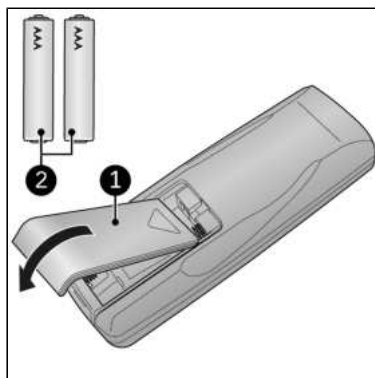

Figura 31.
1. Scoateți capacul telecomenzii (Figura 31, elementul 1).
3. Introduceți două baterii AAA de 1,5 V (Figura 31, elementul 2) în compartimentul pentru baterii respectând polaritatea marcată.
4. Puneți capacul la loc prin glisare. (vezi figura 31)